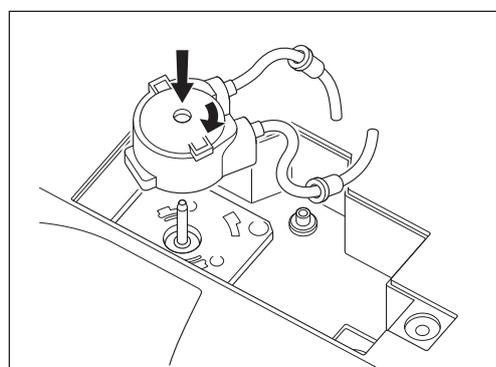

Fig. 55
- 7) Alinee el nuevo conjunto de bomba de irrigación (opcional) con el eje del motor. Gire en el sentido de las agujas del reloj hasta que haga clic (Fig. 55).